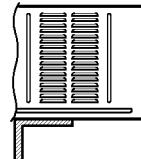

Figura 2
3. Conecte un codo de tubo a la tubería de purga, después conecte una manguera de purga al codo de tubo como se muestra en la Figura 2.